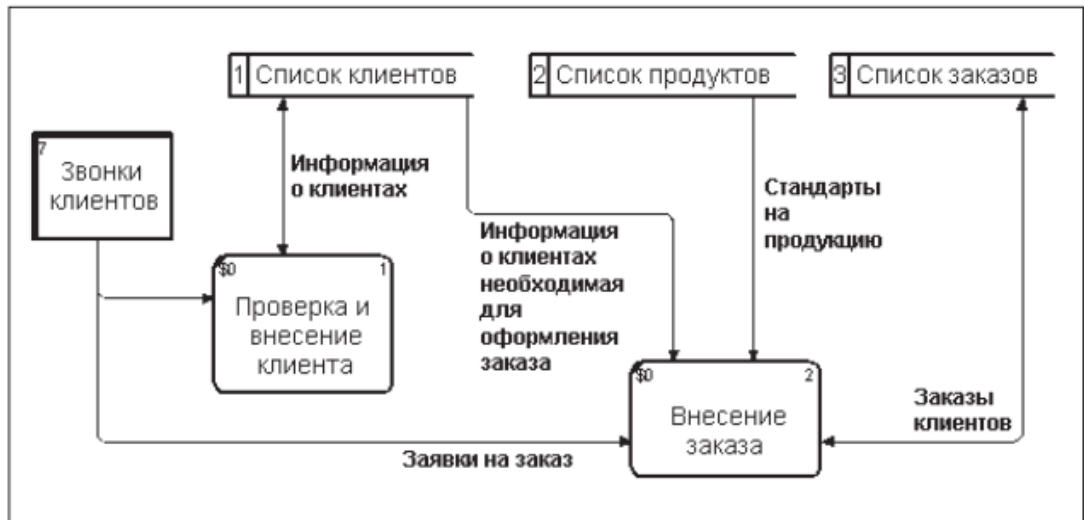

Рис. 2. Диаграмма A22
- Создайте внутренние ссылки согласно рис.2. При именовании стрелок используйте словарь.